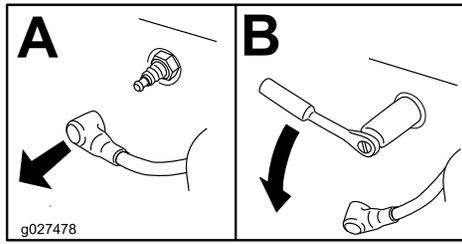

Figure 34
2. Déposez la bougie, comme montré à la **Figure 34**.